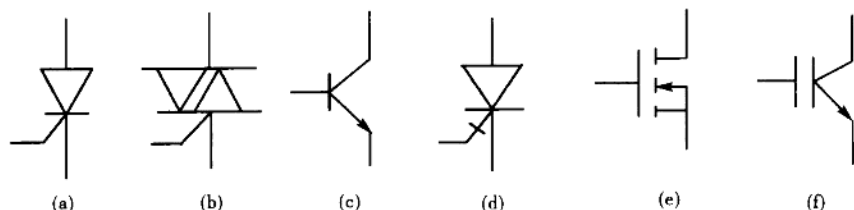

图 1-7 习题 1-1 用图
4. 从晶闸管的门极伏安特性曲线(教科书中图 1-7)试说明 AD、DE、EF、FG、GC、ABC 各曲(折)线的意义。